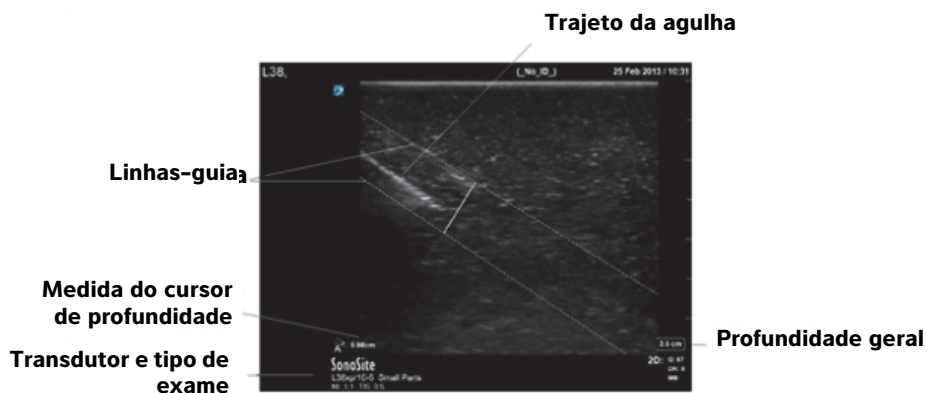
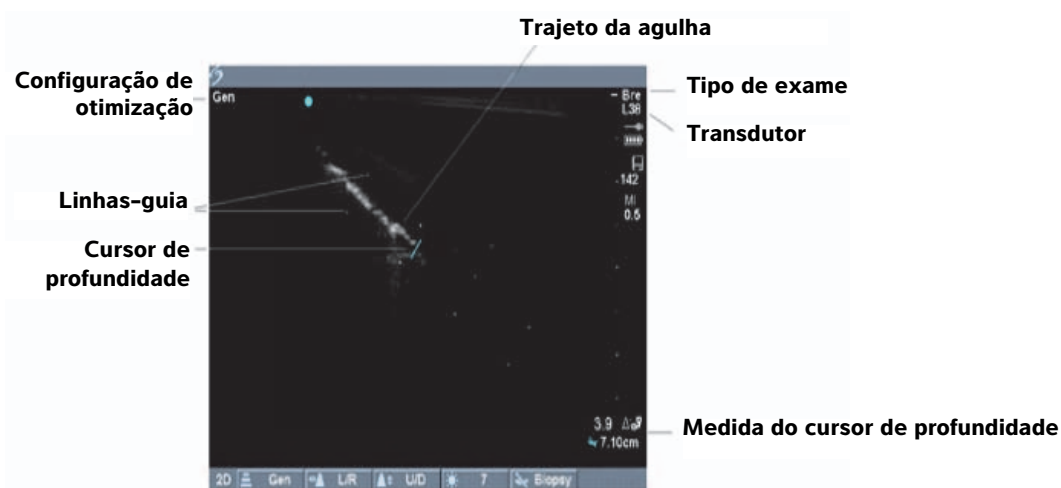

Figura 3 Guias no plano no sistema SonoSite X-Porte
Figura 4 Guias no plano no sistema MicroMaxx ou TITAN
- 8 Verifique se a agulha, visível na tela do sistema, está posicionada entre as linhas-guia. Consulte **Figura 3, “Guias no plano no sistema SonoSite X-Porte”** na página 89 e **Figura 4, “Guias no plano no sistema MicroMaxx ou TITAN”** na página 89.
Observação: A medida do cursor de profundidade mostrada no sistema de ultrassom corresponde à distância da ponta da agulha até a origem do guia de agulha. Consulte Figura 3 e Figura 4.